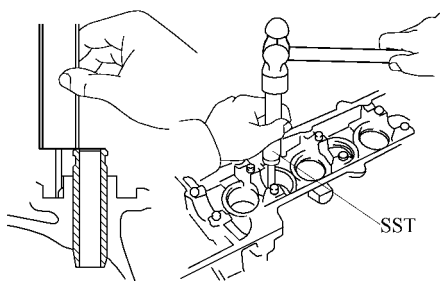

图 1-35 用特种维修工具和锤子将新的气门导管敲入
4) 使用特种维修工具和锤子，将新的气门导管敲入并使其凸出气缸盖一定的高度，如图 1-35 所示。